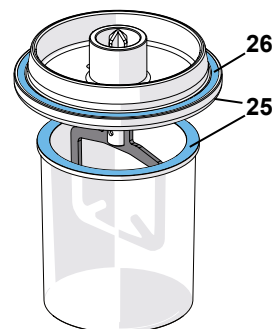

Fig. 10
- ⇒ ¡Observe que el borde del vaso de mezcla, al igual que el de la tapa (25, Fig. 10) estén limpios!
- ⇒ Acople ahora el vaso de mezcla (14) al aparato.